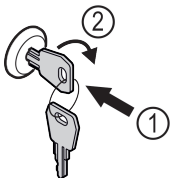

Fig. 72 Példaként szolgáló ábrázolás
- ▶ Dugja be a kulcsot Fig. 72 (1).
- ▶ Forgassa el a kulcsot 90°-kal az óramutató járásával megegyező irányba Fig. 72 (2).